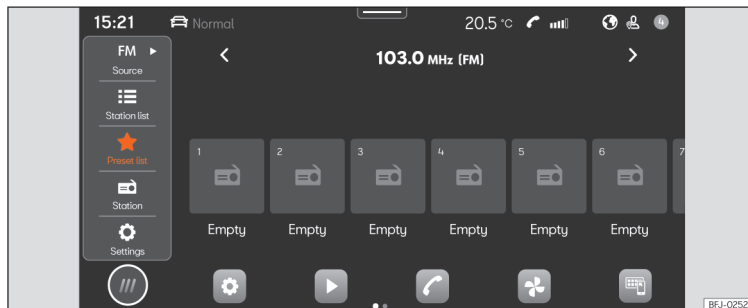

Рис. 189 Схематичний вигляд: режим «Радіо».
- Натисніть **ГОЛОВНЕ МЕНЮ** > > **рис. 189**.